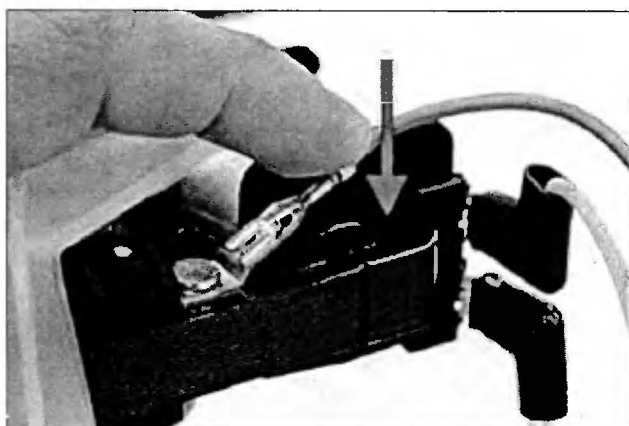

Рис. 8.13
- Отжимают вниз провод заземления (рис. 8.13).